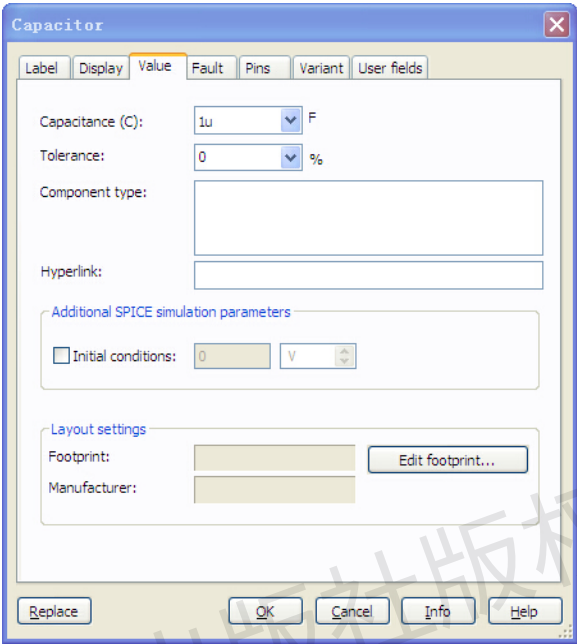

图 3.17 电容器的特性对话框（Value 选项卡）
元器件特性对话框具有多种选项可供设置，包括 Label（标识）、Display（显示）、Value（数值）、Fault（故障设置）、Pins（引脚端）、Variant（变量）、User fields（用户域）等内容。不同的器件，标签中的具体内容可能不同。例如，电容器的特性对话框如图 3.17 所示。
(3) Value (数值) 选项卡
单击 Value 选项卡，可设置元器件的电气参数。例如，电容器的 Value 选项卡如图 3.17 所示，可设置电容器容值 (Capacitance)，以法拉 (F) 为基本单位，用 μF 表示“微法”。此外，还可设置容差 (Tolerance)、元器件型号 (Component type)、超链接 (Hyperlink)、附加的 SPICE 仿真参数 (Additional SPICE simulation parameters)、布线设置 (Layout settings) 等。
(4) Fault (故障) 选项卡